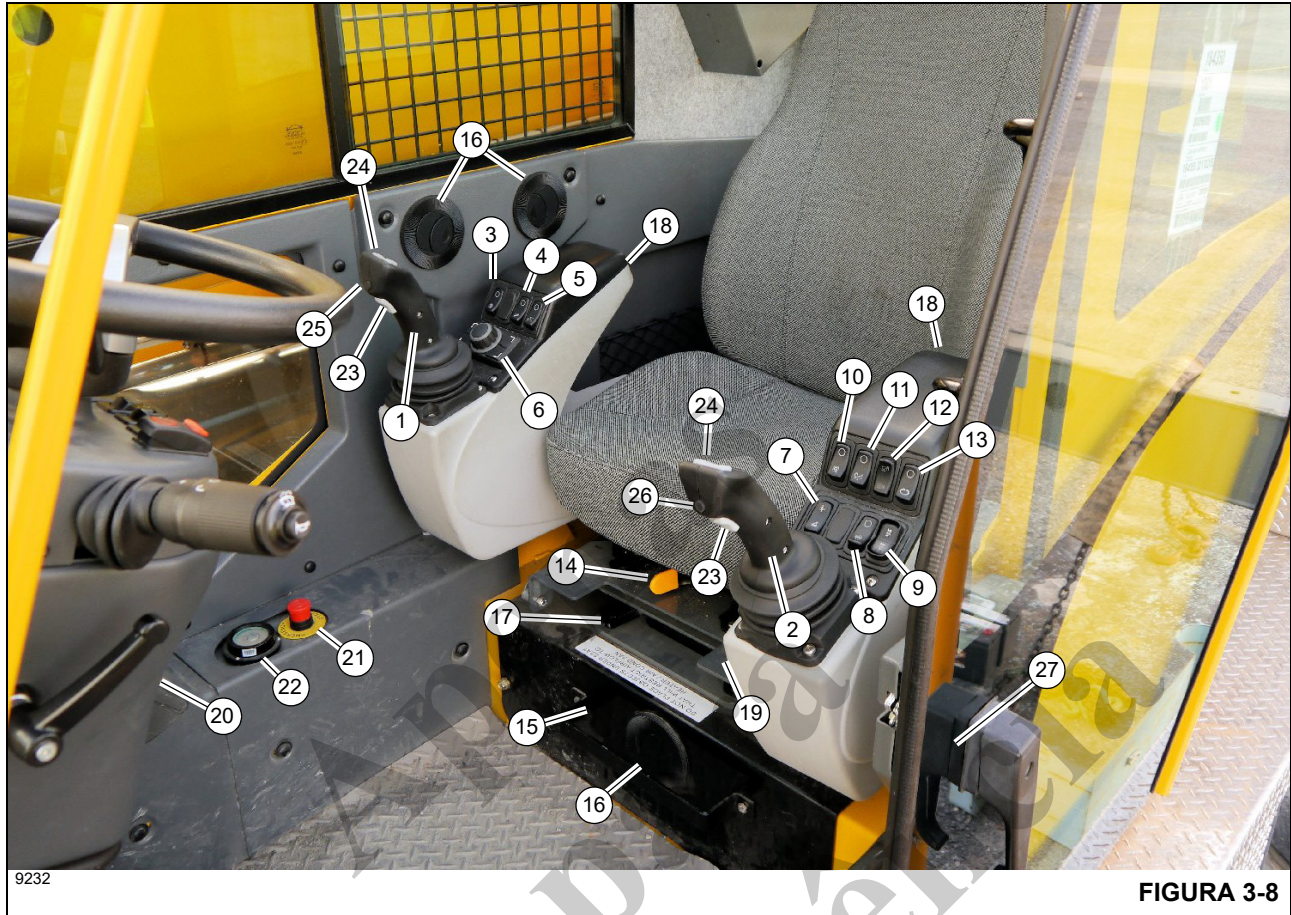

FIGURA 3-8
O Controlador de elevação da lança/guincho principal (1, Figura 3-8) localiza-se no apoio de braço direito. Empurrar a alavanca de controle para a direita abaixa a lança ou puxar o controlador para a esquerda eleva a lança.
O Controlador do giro/telescópio ou giro/guincho auxiliar (2, Figura 3-8) localiza-se no apoio de braço esquerdo. O controlador controla as funções do telescópio e de giro quando o guindaste não está equipado com um guincho auxiliar.
A Chave de ativação/desativação do guincho principal (3, Figura 3-8) é uma chave momentânea localizada no apoio de braço direito. Pressionar a chave uma vez ativa o guincho principal e pressioná-la novamente desativa o guincho principal. Pressionar a chave duas vezes rapidamente ativa o guincho principal em alta velocidade. Pressionar e manter pressionada a chave por aproximadamente 2 segundos também ativa a alta velocidade.
A chave de contorno de elevação da lança (4, Figura 3-8) é uma chave momentânea de duas posições que está localizada no apoio de braço direito. Quando a função de elevação está ativada e em uma condição de bloqueio do RCL, pressionar e soltar a Chave de contorno de elevação da lança ativa a elevação da lança.
A Chave de ativação/desativação de elevação da lança (5, Figura 3-8) é uma chave momentânea localizada no apoio de braço direito. Pressionar a chave uma vez ativa a elevação e o abaixamento da lança e pressioná-la novamente desativa a elevação e o abaixamento da lança.
O Botão rotativo (6, Figura 3-8) localiza-se no apoio de braço direito. É usado para selecionar e executar as funções por meio do ODM (Módulo do mostrador do operador) e do
A Chave de extensão/retração dos estabilizadores (7, Figura 3-8) permite que o operador estenda e retraia as vigas e macacos do estabilizador. A chave é usada em combinação com a tela do Grupo de estabilizadores no ODM (Módulo do mostrador do operador) para acionar e retrain os estabilizadores (consulte *Grupo de estabilizadores*, página 4-55).
A Chave de bloqueio do diferencial (8, Figura 3-8) localiza-se no apoio de braço esquerdo. Ela aciona a função de bloqueio do diferencial para obter tração adicional quando a tração nas quatro rodas estiver selecionada. Ela pode ser ativada por um máximo de 30 segundos por vez.
O interruptor de controle da direção traseira (9, Figura 3-8) tem três posições, é centralizado por mola na posição desligada e está localizado no apoio de braço esquerdo. Pressionar e manter pressionada a parte traseira da chave vira as rodas traseiras para a esquerda, fazendo com que o guindaste vire para a direita. Pressionar e manter pressionada a parte dianteira da chave vira as rodas traseiras para a direita, fazendo com que o guindaste vire para a esquerda. Liberar a chave faz com que ela retorne para a posição central desligada.
A Chave de ativação/desativação do guincho auxiliar (10, Figura 3-8) é uma chave momentânea localizada no apoio de braço esquerdo.
A Chave de ativação/desativação da lança telescópica (11, Figura 3-8) é uma chave momentânea localizada no apoio de braço esquerdo. Pressionar a chave uma vez ativa a função da lança telescópica e pressioná-la novamente desativa a função da lança telescópica.
A Chave de inclinação da cabine (12, Figura 3-8) localiza-se no apoio de braço esquerdo. É uma chave de três posições, centrada por mola em desligado, usada para posicionar a cabine para cima para facilitar a visualização de uma lança e carga elevadas. Pressionar a parte traseira da chave, inclina a cabine para cima e pressionar a parte dianteira da chave, inclina a cabine para baixo.
A Chave de ativação/desativação do giro (13, Figura 3-8) é uma chave momentânea localizada no apoio de braço esquerdo. Pressionar a chave uma vez ativa a função de giro e pressioná-la novamente desativa a função de giro.
Empurrar a Alavanca de deslizamento do assento (14, Figura 3-8) para a esquerda e mantê-la pressionada permite que o assento seja movido para frente ou para trás com relação aos apoios de braço. Libere a alavanca quando o assento estiver na posição desejada.
A Unidade climática do ar-condicionado/aquecedor da cabine do guindaste (15, Figura 3-8) localiza-se na cabine, sob o assento do operador. Os respiros (16) fazem parte da unidade climática e podem ser ajustados para direcionar o fluxo de ar.
Empurrar a Alavanca de deslizamento da estrutura do assento (17, Figura 3-8) para a esquerda e mantê-la pressionada permite que o assento e os apoios de braço sejam movidos para frente ou para trás. Libere a alavanca quando o assento e o apoio de braço estiverem na posição desejada.
Os controles do apoio de braço esquerdo e direito e os controles dos apoios de braço podem ser ajustados por meio dos botões de ajuste (18, Figura 3-8) localizados sob a parte traseira dos apoios de braço. Pressione o botão para permitir que todo o apoio de braço gire; solte o botão na posição desejada.
Para ajustar a altura do assento com relação aos apoios de braço, eleve a alavanca de ajuste de altura (19, Figura 3-8) e ajuste o assento conforme necessário. A inclinação longitudinal do assento também pode ser ajustada usando a alavanca de ajuste.
O Fim de curso de contorno dianteiro (20, Figura 3-8) é uma chave de momentânea de três posições localizada no console inferior direito. Durante certos trabalhos de movimentação de carga ou para recuperar o guindaste, gire a chave no sentido horário ou anti-horário e mantenha nessa posição para contornar os seguintes limitadores no guindaste.